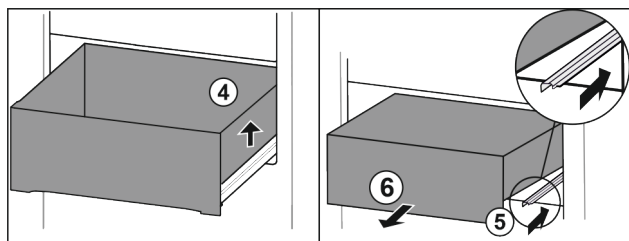

Fig. 89
- ▶ Lade rechts optillen. Fig. 89 (4)
- ▶ Rechter rail erin schuiven. Fig. 89 (5)
- ▶ Lade naar voren toe verwijderen. Fig. 89 (6)